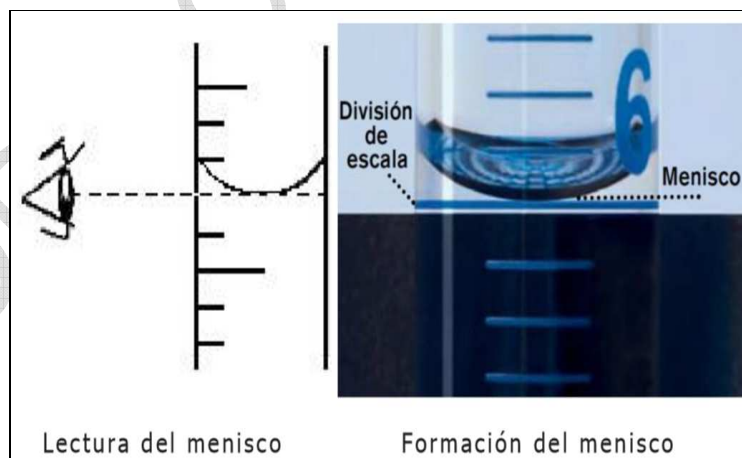

Figura 1. Visión en paralelo del menisco
- Para tomar la lectura del volumen en el RVP y RVC, se observa el menisco que se forma en el visor. Para evitar el error de paralaje se debe leer el menisco en su punto más bajo. Ver figura 1.